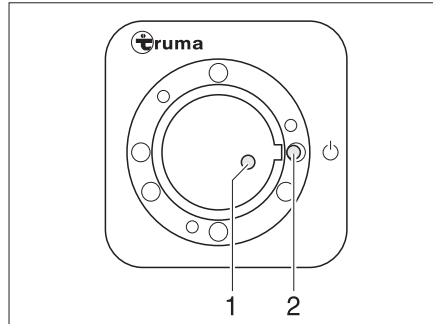
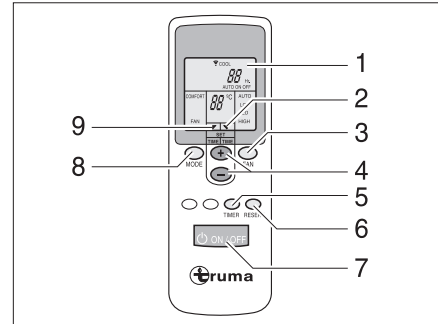

Fig. 113 Récepteur
Fig. 114 Télécommande
- Mettre en marche la télécommande à l'aide de l'interrupteur (Fig. 114,7). Le voyant de contrôle vert (Fig. 113,1) indique le mode de refroidissement.
- Régler le mode de fonctionnement souhaité à l'aide de la touche (Fig. 114,8).
- Régler si nécessaire la puissance de ventilation et la température de la pièce souhaitées à l'aide des touches (Fig. 114,3 et 4). La flèche (Fig. 114,9) indique le mode de réglage sélectionné.
- ▷ Sur le récepteur se trouve un interrupteur supplémentaire (Fig. 113,2) permettant de mettre en marche ou d'arrêter la climatisation sans télécommande. Lorsque la climatisation est mise en marche à l'aide de cet interrupteur, le mode de fonctionnement réglé sur la télécommande lors de la dernière utilisation est sélectionné automatiquement.
- Pour effectuer la programmation, allumer la climatisation à l'aide de la touche (Fig. 114,7) de la télécommande.
- Régler le mode de fonctionnement et la température de la pièce souhaités à l'aide des touches (Fig. 114,8, 3 et 4).
- Sélectionner à l'aide de la touche (Fig. 114,5) la fonction souhaitée (Fig. 114,1) :
- Sélectionner le temps de retard souhaité (de 1 à 15 heures) à l'aide des touches (Fig. 114,4). La flèche (Fig. 114,2) clignote et indique le mode de réglage.
- ▷ En appuyant sur la touche (Fig. 114,6), les réglages de la télécommande sont à nouveau envoyés au récepteur.